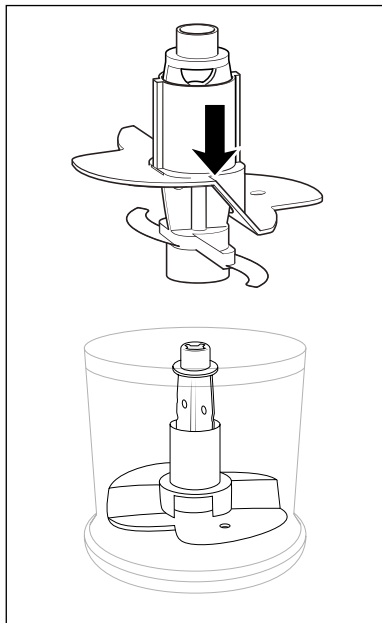

Fig. 1
- Para 100 ml de natas, coloque-o no suporte da lâmina 5, de modo que o acessório para bater 10 assente e encaixe nas duas lâminas 7 (fig. 1):